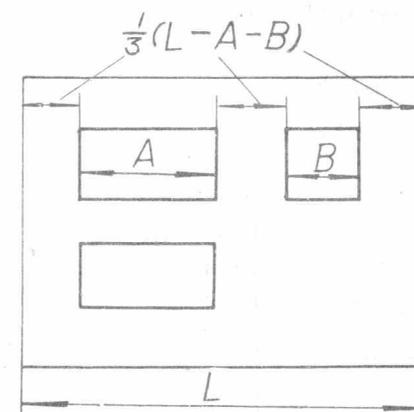

图 4
(2) 布置图面 其方法如图4所示, 例如图幅总长为L, 在长度方向有两个图形, 长度各为A、B, 则各空隙平均为 $\frac{1}{3}(L-A-B)$ 。当然, 亦可按具体情况将某一空隙, 例如中间空隙留大一些或留小一些。宽度方向可按同法进行布图。这样即可确定各图的主要对称轴线、中心线或主要轮廓线的位置。